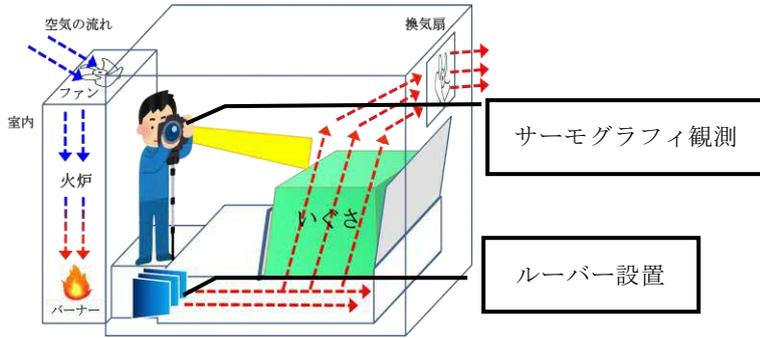
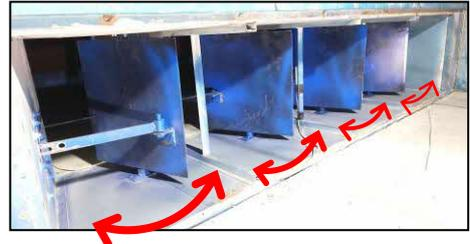

図1 試験のイメージ (サーモグラフィ観測・ルーバー設置)
図2 ルーバー調整 (上: 設置前、下: 設置後)
1. 本試験は、所内で栽培した令和4年産「涼風」を用い、図1、図2、表1の比較的小規模条件で実施した乾燥試験（無染土）の結果である。